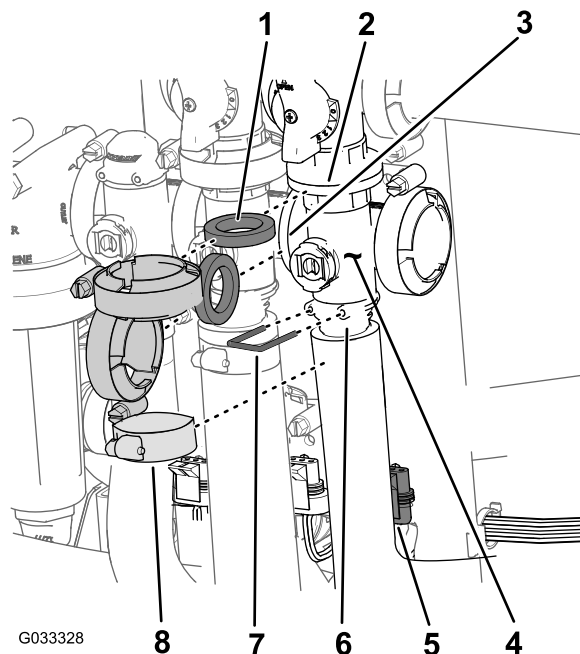

Figura 66
1. Rimuovete i morsetti e le guarnizioni che fissano il collettore della valvola di sezione principale (Figura 66) alla valvola di bypass di sezione principale, alla valvola dell'agitatore e alla valvola del collettore di sezione principale (all'estremità del flessibile del Flussometro).
2. Rimuovete il fermo che fissa il raccordo di uscita al collettore per la valvola di sezione principale (Figura 66).